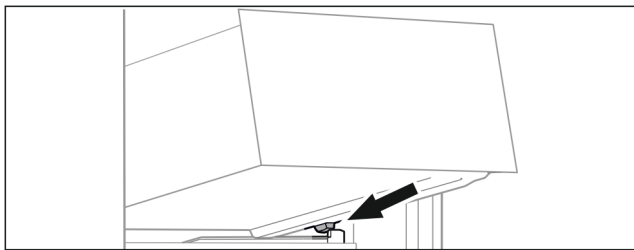

Fig. 64
- Nasadte zásuvku šikmo za zarážku na žebrování na nádoby. (viz Fig. 64)